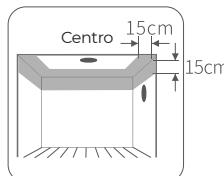

Figura 1
- El detector debe colocarse **entre 15 y 30 cm del rincón**, y  **nunca a menos de 15 cm**, tal como se muestra en la **Figura 1**.